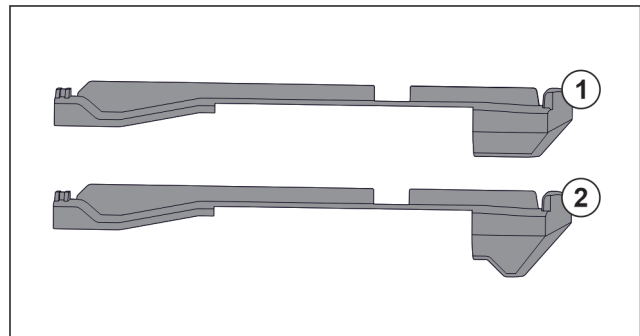

Fig. 78 Vergelijking van de insteekelementen
In het apparaat bevinden zich twee verschillende insteekelementen. Het insteekelement boven de onderste lade Fig. 78 (2) heeft een driehoekige rand. Alle overige insteekelementen Fig. 78 (1) hebben een rechte rand.
- Insteekelement Fig. 78 (2) met de driehoekige rand boven de onderste lade aanbrengen.
- ▶ Insteekelement Fig. 78 (1) met rechte rand op alle overige plekken aanbrengen.